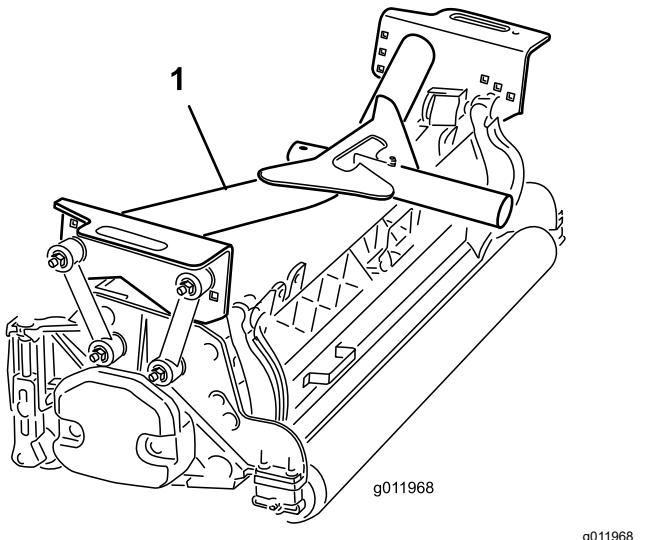

Figure 16
- Placez un bâti porteur avant (Figure 16) sur chaque unité de coupe avant.